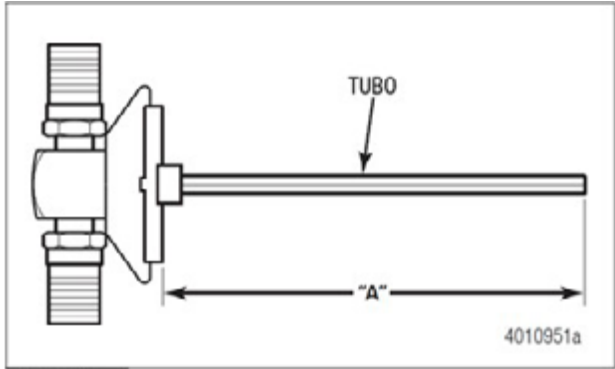

Figura 2.45
2. Certifique-se de que o tubo de comprimento correto esteja montado na conexão "T". Consulte a Tabela A para o comprimento correto. Figura 2.45.